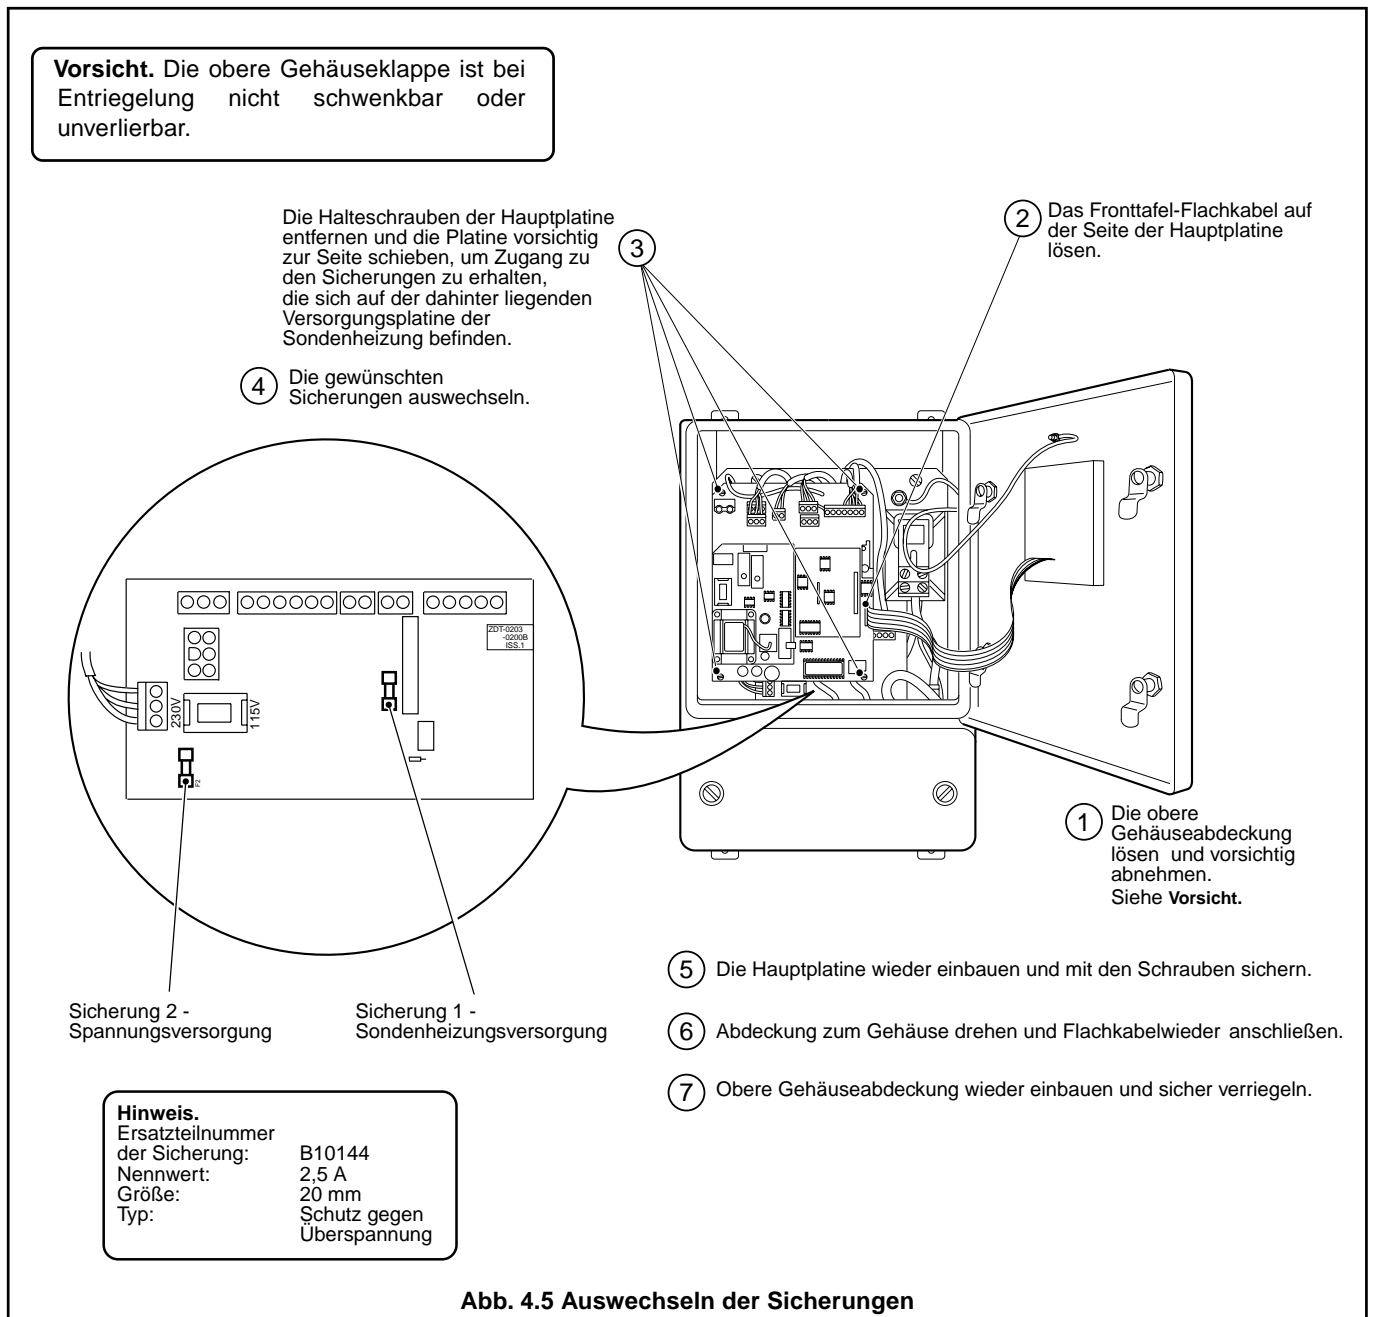

Abb. 4.5 Auswechseln der Sicherungen
4.4 Auswechseln der Sicherungen - Abb. 4.5